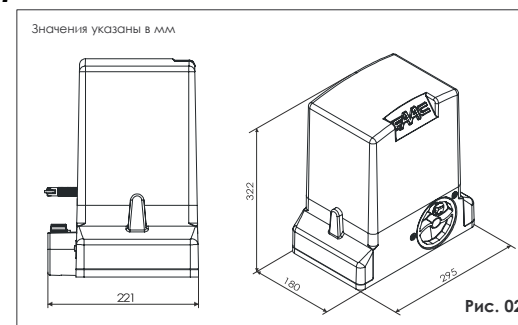

Рис. 02
2. Поверните ключ против часовой стрелки и вытащите его, рис.02 -2-3.